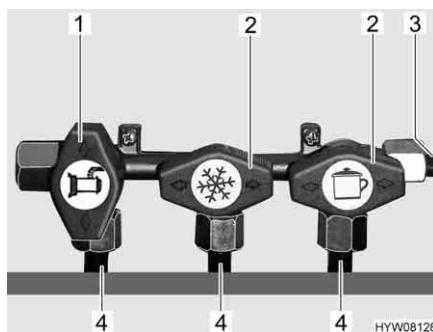

Fig. 78 Posizione dei rubinetti di arresto del gas (esempio)
- Posizionare il rubinetto di arresto del gas dell'apparecchio a gas corrispondente parallelamente (Fig. 78,1) alla tubatura (Fig. 78,4) che alimenta l'apparecchio a gas.
- Posizionare il rubinetto di arresto del gas dell'apparecchio a gas corrispondente trasversalmente (Fig. 78,2) alla tubatura (Fig. 78,4) che alimenta l'apparecchio a gas.